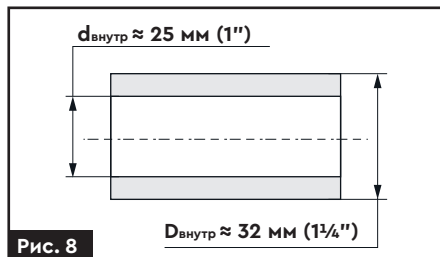

Рис. 8
2. При приєднанні до магістрального водопроводу діаметр труби в місці приєднання вхідного патрубку має бути не менший, ніж 1 1/4" (рис. 8).